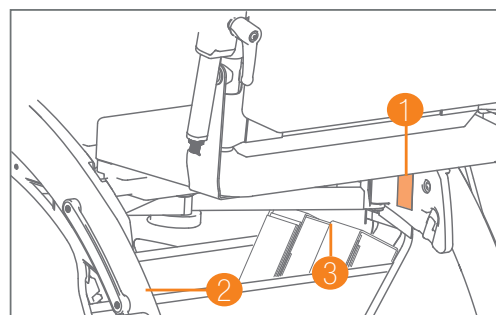
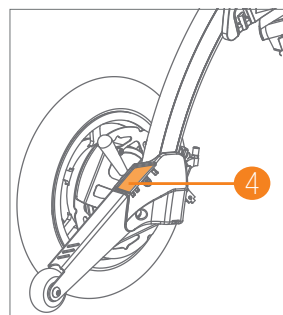
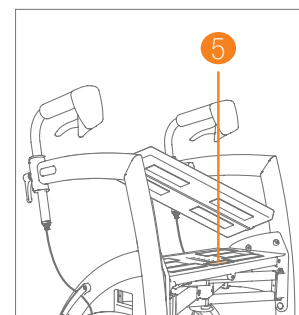

Abbildung 84: Standort der Etiketten und Aufkleber am Rollz Motion Electric
Abbildung 86: Aufkleber für den Freilauf an den Kippschutzvorrichtungen.
Abbildung 85: Entfernen Sie das Polster, um das Produktetikett auf dem Sitz zu sehen.
12. Stellen Sie sicher, dass der Rollz Motion Electric über das Produktetikett und die Aufkleber verfügt, um einen sicheren Betrieb und die Einhaltung der Vorschriften zu gewährleisten (**Abbildung 84, Abbildung 85, Abbildung 86**).
Entfernen, verdecken oder blockieren Sie keine Etiketten oder Aufkleber am Gerät und an dem Akku, da diese wichtige Informationen enthalten, die Benutzer und Wartungspersonal für den sicheren Betrieb des Geräts benötigen (**Abbildung 84** und **Abbildung 85**). Das Verändern oder Verdecken von Etiketten kann zu einer Fehlbedienung, einem erhöhten Fehlriskiko oder dem Erlöschen von Garantie- und Regulierungsstandards führen.
Registrieren Sie Ihr Produkt bei Rollz International, indem Sie das Online-Formular auf www.rollz.com ausfüllen. Geben Sie unbedingt die Seriennummer Ihres Rollz Motion Electric ein. Diese Nummer befindet sich auf dem Aufkleber am Sitz (**Abbildung 86**). Bei der Registrierung können Sie sich auch für einen E-Mail-Newsletter anmelden, um über Rollz-Produktneigkeiten informiert zu bleiben.